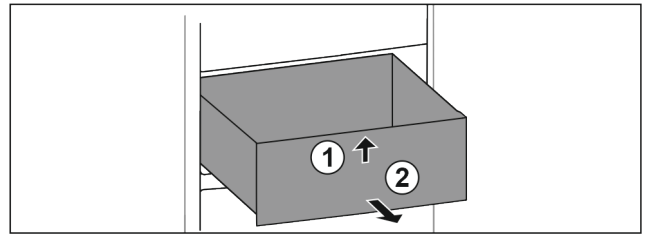

Fig. 68
- Podignite ladicu sprijeda. Fig. 68 (1)
- Izvadite ladicu prema naprijed. Fig. 68 (2)